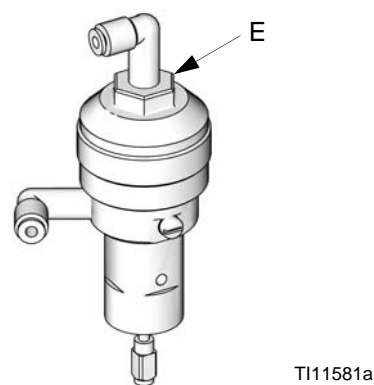

FIG. 21. Ventiljustering
Doseringsventiler och rensningsventiler är fabriksinställda med sexkantmuttern 1-1/4 varv ifrån att vara fullt åtdragen. Denna inställning begränsar maximala flödet in i blandaren och minimerar ventilens svarstid. För att öppna doserings- och rensningsventiler (för högviskösa material) ska sexkantmuttern skruvas (E) *motsols*. För att stänga doserings- och rensningsventiler (för lågviskösa material) ska den skruvas *medsols*. Se FIG. 21.